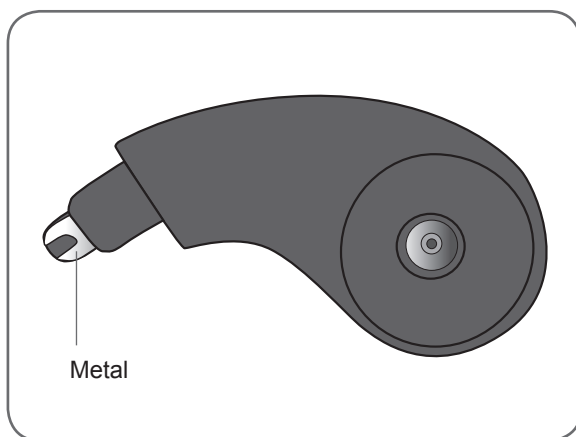

Ilustración 6-2: Unidad tenar.
2. Retire la cubierta flexible de la unidad tenar para dejar al descubierto la parte metálica. Consulte la Ilustración 6-2.